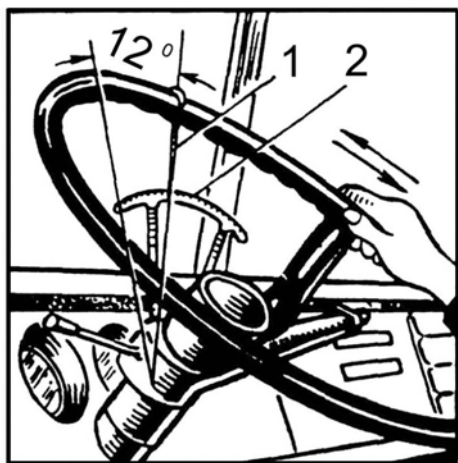

Рисунок 41 – Проверка люфта рулевого управления
- закрепить на рулевой колонке люфтомер 2 (рисунок 41), а на рулевом колесе – стрелку 1;